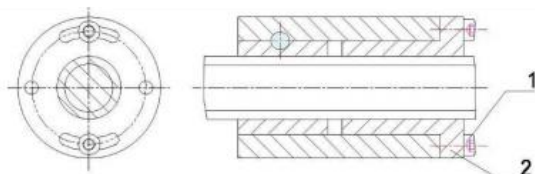

Рис.13
Ослабьте винт (1) Рис.13, отрегулируйте гайку (2) до тех пор, пока не будет ощущаться небольшое сопротивление при перемещении стола, люфт должен быть не больше 1/10 цены деления нониуса, затем затяните винт (1).